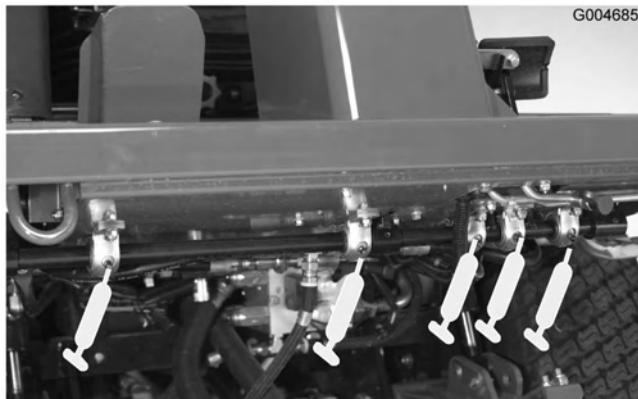

Figura 34
- Rolamentos articulados do eixo do travão (5) (Figura 34)